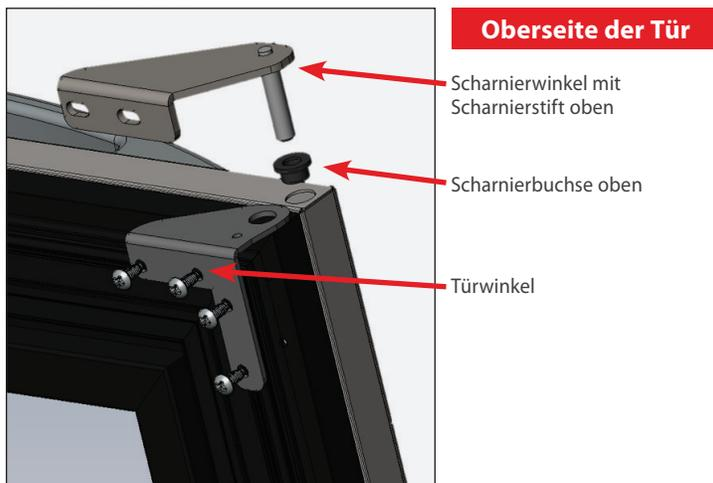

Abb. 4a Komponenten oberes Scharnier
- Sämtliche Armaturen von der Tür entfernen, mit Ausnahme des Türgriffs (siehe Abb. 4a und 4b). Die Türwinkel zur Seite legen.